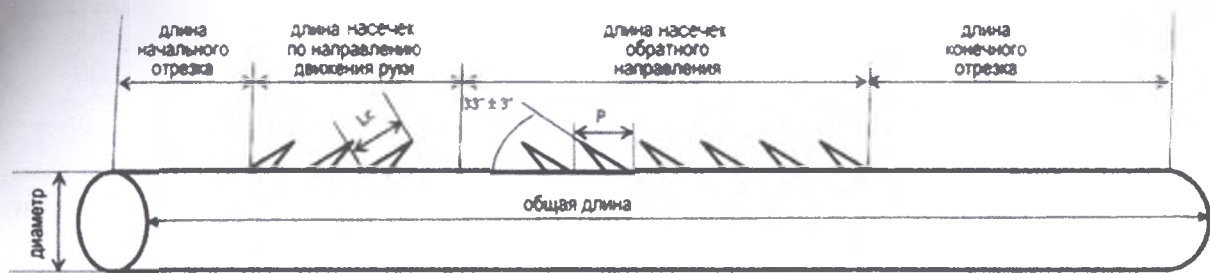

Рис. 15
7. Нити с односторонними разнонаправленными насечками COG 1R, серия – YRPN (рис. 15)